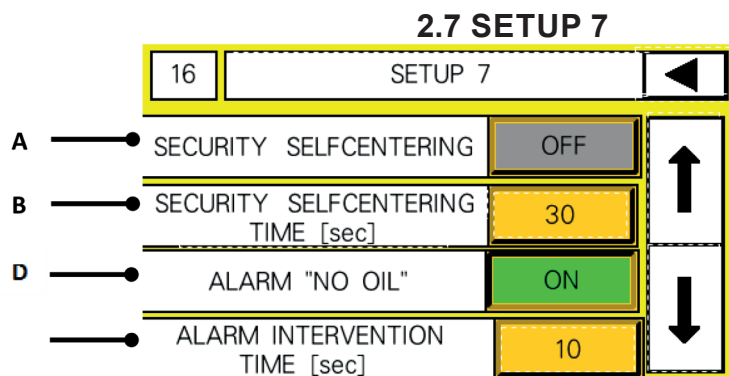

Fig. 14
- A) Selettore "ON-OFF" del sistema di auto-centraggio automatico: se si abilita questa opzione nel caso in cui dopo un tempo impostato mediante il parametro (B, Fig.14) lo sterzo della macchina non risulta essere in pozione centrata, il sistema centra lo sterzo in maniera automatica (nb: questa opzione è suggerita solo nel caso non sia presente il sensore angolare sullo sterzo del trattore.)
- A) Automatic self-centring system "ON-OFF" selector: if this option is enabled, in the event that after a time set by the parameter (B, Fig.14) the machine steering is not centred, the system centres it automatically (n.b.: this option is only suggested if the angular sensor is not present on the tractor's steering.)